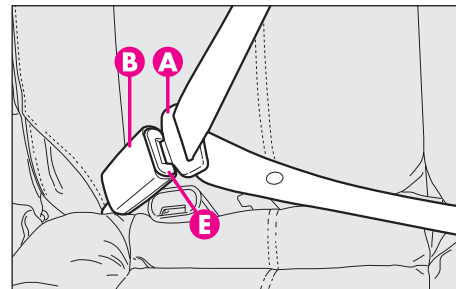

fig. 37
Pour boucler la ceinture: tirer doucement la ceinture de son enrouleur en faisant coulisser la sangle soigneusement et en évitant tout vrillage, puis boucler l'agrafe (A-fig. 37) dans le siège de la boucle (B).